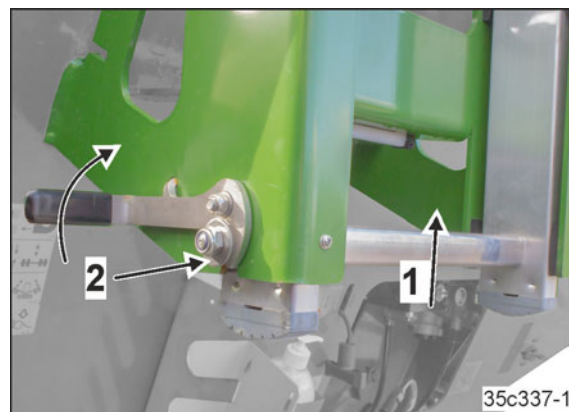

Fig. 262
1. Împingeți scara în sus (Fig. 262/1).
2. Acordați atenție ca siguranța tensionată cu arc să se înclișeteze (Fig. 262/2).